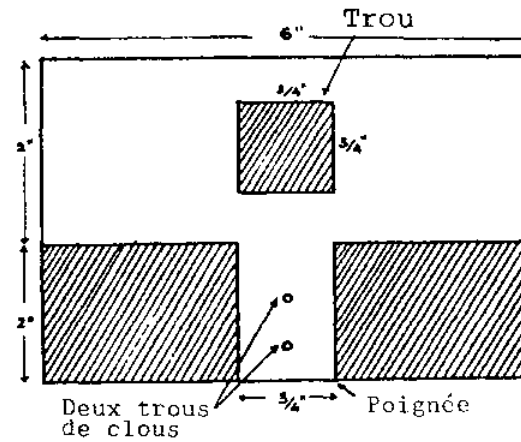

FIG. 6
12. Sciez le socle de la platine comme cela est indiqué à la fig.6.